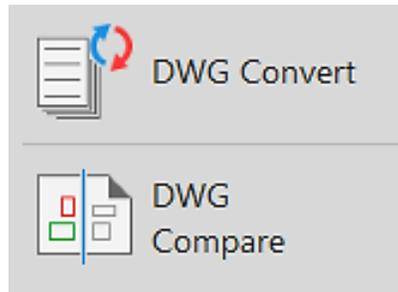

Figura 2.2. Nuevos comandos Shared Views y DWG
- Una de las características que se agrega la herramienta DWG COMPARE lo cual permite hacer revisiones de los planos Y DWG permite errores comparando otro plano igual como se muestra en la figura 2.2 .